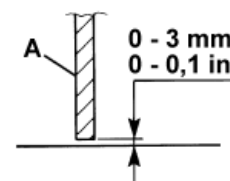
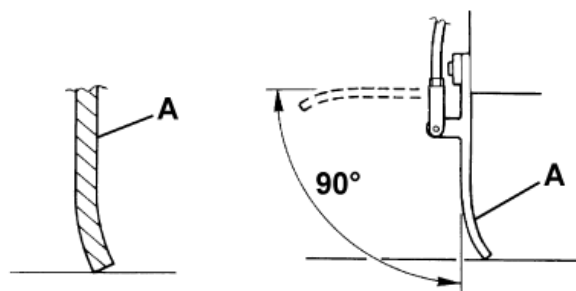
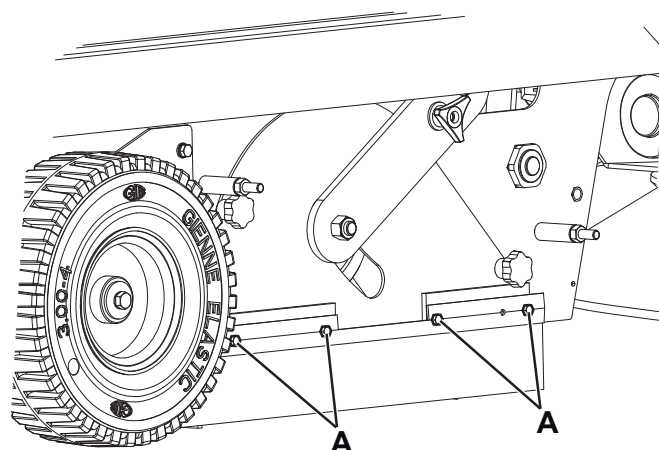
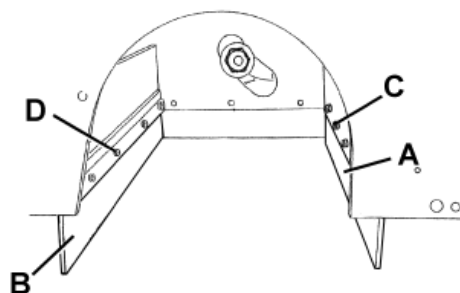

Рис. 13
Рис. 14
Рис. 16
Рис. 17
3. Убедитесь, что боковые юбки (13 и 14) находятся на расстоянии 0-3 мм от земли (А, Рис. 13). Если необходимо, отрегулируйте высоту юбки с помощью прорезей на винтах (А, Рис. 16).
- Передняя юбка (А, Рис. 17) слегка касается пола (А, Рис. 14).
- Задняя юбка (В, Рис. 17) находится на расстоянии 0-3 мм от земли (А, Рис. 13).
4. Если необходимо, отрегулируйте высоту юбки с помощью прорезей на винтах (С и D, Рис. 17).